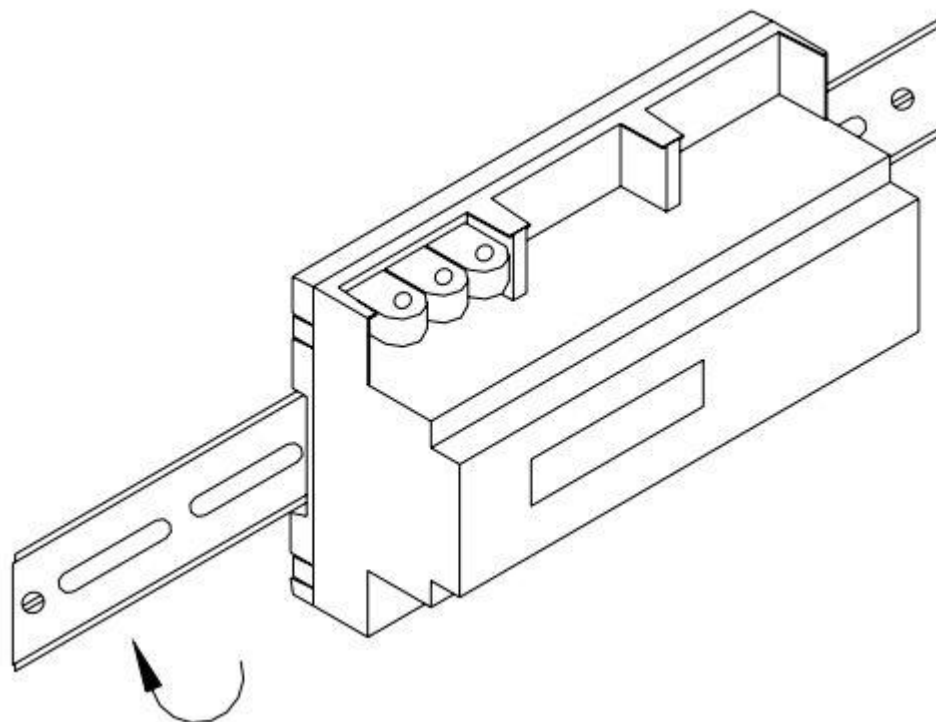

Рис. 1
1. Прибор оснащен стандартным креплением на DIN-рейку. Выберите нужное место и с небольшим усилием закрепите прибор. (рис. 1).